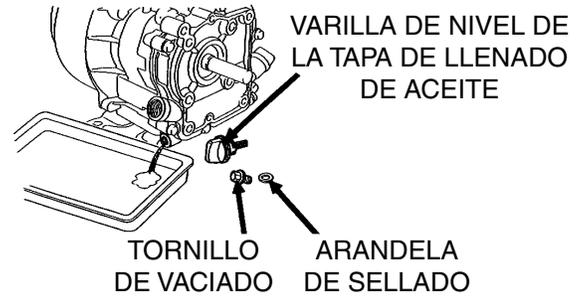

Figura 16. Aceite del motor (drenaje)
2. Vacíe el aceite del motor mientras está tibio después del funcionamiento. Quite la tapa de llenado de aceite y luego desenrosque el tapón de drenaje de aceite del motor, ubicado en la base del motor. Vacíe el aceite usado en un recipiente (Figura 16).
1. Quite y limpie la bujía (Figura 16).